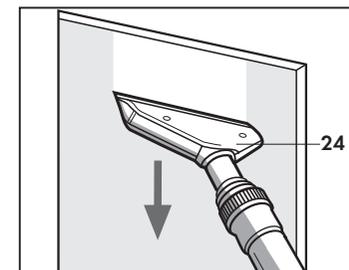

Fig. 21
- E' particolarmente indicata per la pulizia di vetri e specchi (Fig. 21).